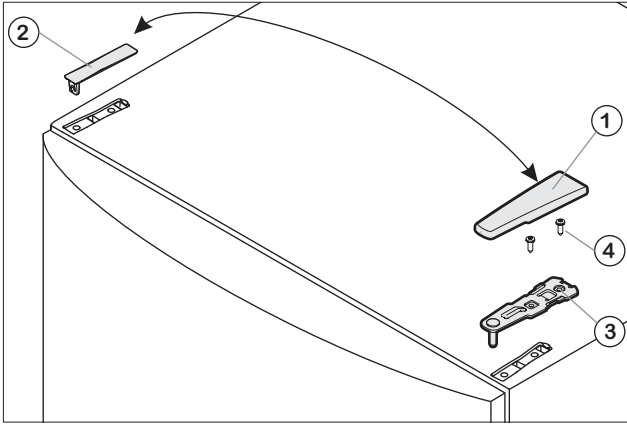

Fig. 1
- Déposez le cache fig. 1 (1) et le cache fig. 1 (2).
- Dévissez le support de palier fig.1 (3) (2 fois Torx 25) Fig. 1 (4) et tirez vers le haut.
- Placez le support de palier au centre de la fig. 1 (3) sur le nouveau côté de la charnière et dans la porte.
- Vissez fermement le support de palier supérieur (2 fois Torx 25) fig. 1 (4).
- Insérez l'habillage fig. 1 (1) et l'habillage fig. 1 (2) respectivement sur le côté opposé.